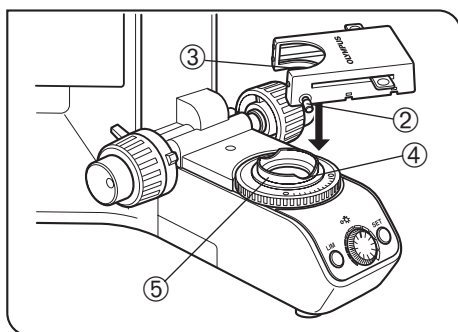
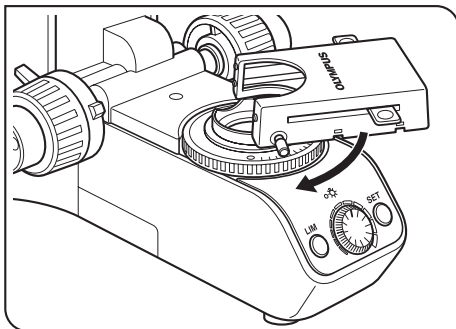

Рис. 15
Рис. 16
1. Полностью отпустите зажимной винт ② кассеты для фильтров. (Рис. 15)
2. Совместите выступ ③ на нижней поверхности кассеты для фильтров с позиционирующей прорезью ④ на держателе фильтра, после чего зафиксируйте кассету для фильтров, нажав сверху.
3. Поверните кассету для фильтров, чтобы совместить ее боковые стороны с основанием. (Рис. 16)
4. Совместите зажимной винт ② с позиционирующим отверстием ⑤ на держателе фильтра, после чего затяните винт, чтобы закрепить кассету для фильтров.